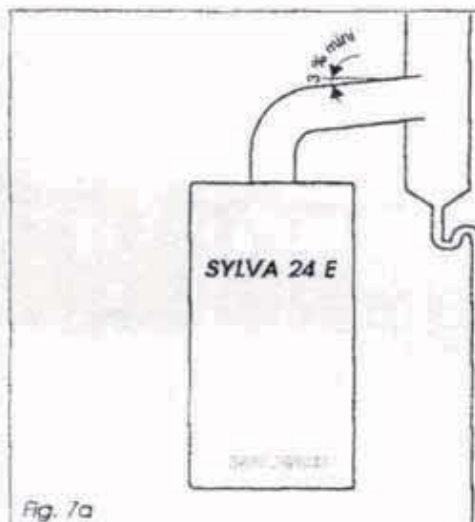

Fig. 7a
**SYLVA 24 E :** Le conduit d'évacuation doit être réalisé de façon à ce qu'en aucun cas l'eau de condensation pouvant provenir du conduit ne puisse ruisseler dans la chaudière. Par ailleurs, la partie horizontale du conduit d'évacuation doit avoir une pente d'au moins 3% vers le haut sauf si cette partie mesure moins de 1 mètre (fig. 7a).